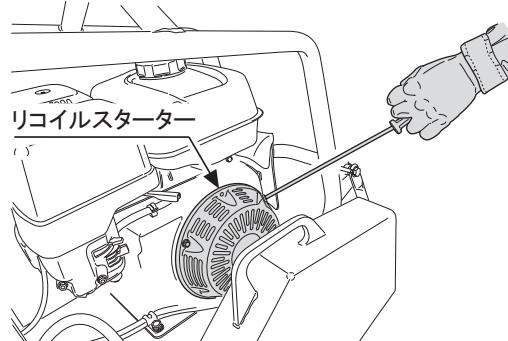

図 30
- リコイルスターの始動グリップを握り、最初に軽く負荷がかかる位置まで引きます。そこから勢い良く引張ってください。この時、ロープを引張り過ぎるとロープが切れたり抜けてしまう恐れがありますので御注意ください。またエンジン始動後も始動グリップは引いた状態で離さないで、持ったままでゆっくりと戻してください。(図30)